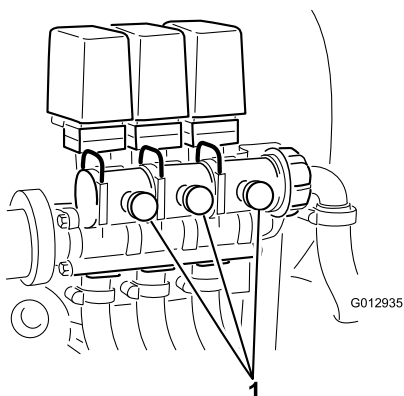

Figure 30
12. Réglez la vanne de dérivation de rampe (Figure 30) située sur le distributeur de commande de la rampe que vous avez mise hors service jusqu'à ce que la valeur indiquée au manomètre soit la même qu'au point 9.